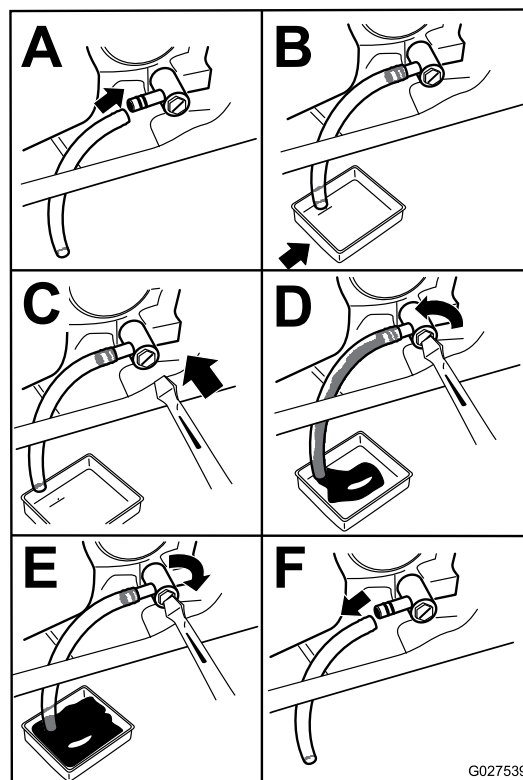

Bild 45
4. Lassen Sie das Öl vom Motor ab (Bild 45).